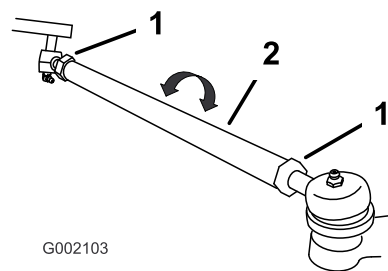

Рисунок 63
7. Если измеренное значение не находится в пределах от 0 до 6 мм, ослабьте зажимные гайки с обоих концов тяг (Рисунок 63).